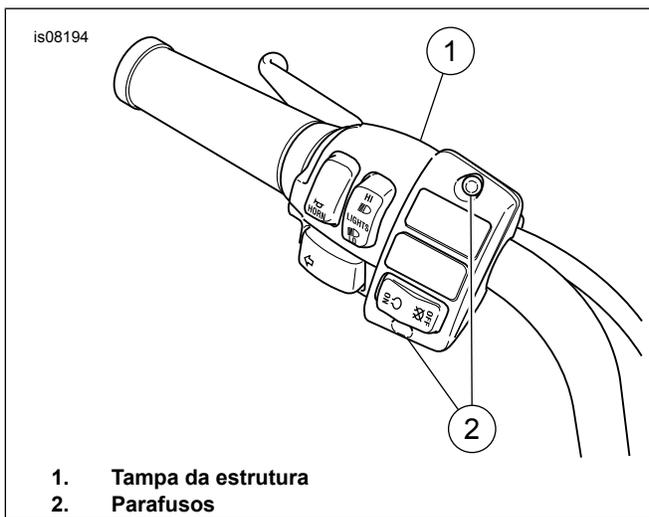

Figura 7. Instalação da tampa do alojamento
12. Veja Figura 7. Instale a tampa do alojamento usando os dois parafusos de cabeça abaulada. Usando uma chave T-25 TORX, aperte os parafusos com torque de 4 a 5 N·m (35 a 45 lb·pol.).